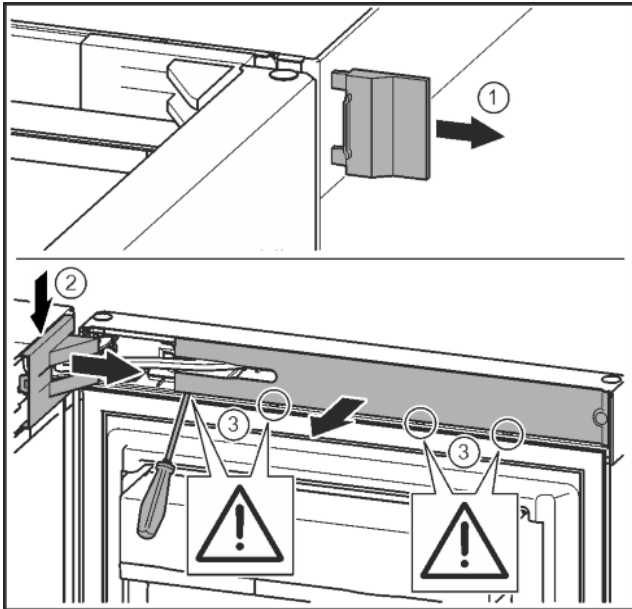

Fig. 7
- ▶ Свалете външния капак. Fig. 7 (1)
- ▶ Освободете и развийте капака на лагерната стойка. Свалете капака на лагерната стойка. Fig. 7 (2)
- ▶ Освободете капачката с плоска отвертка и я завъртете настрана. Fig. 7 (3)